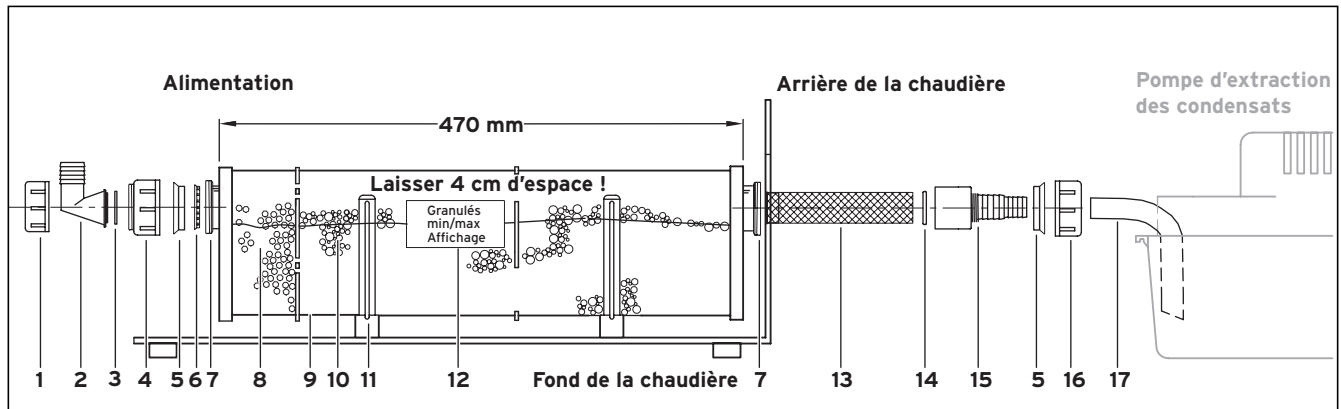

Fig. 3.1 Construction du dispositif de neutralisation du mazout
- Remplissez le premier filtre à charbon actif contenu dans l'emballage joint((8), Fig. 3.1).
- Montez le système de neutralisation du mazout conformément à la Fig. 3.1.